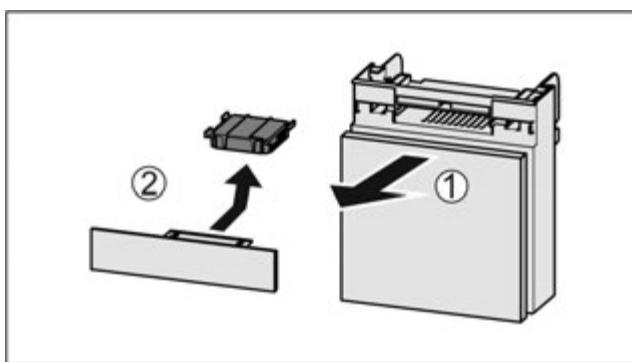

Fig. 72
- Потягніть Fig. 72 (1) відділення вперед.
- Витягнути Fig. 72 (2) фільтр з активованого вугілля.